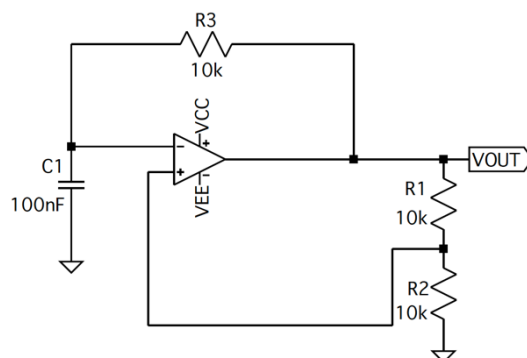

Figura 3 - Circuito multivibratore astabile
- Analizzate il funzionamento del circuito astabile in figura 3, determinando il periodo di oscillazione in funzione del valore dei componenti.